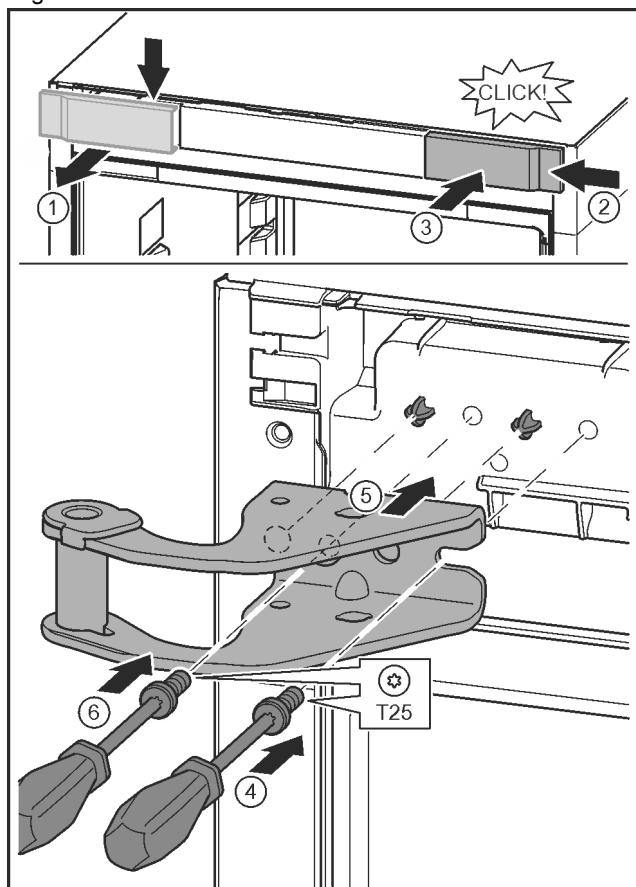

Fig. 15
- Abdeckung lösen und seitlich abnehmen. Fig. 15 (1)
- Abdeckung um 180° gedreht auf der anderen Seite von rechts einhängen. Fig. 15 (2)
- Abdeckung eirasten. Fig. 15 (3)
- Schraube mit Schraubendreher T25 ansetzen. Fig. 15 (4)
- Oberen Lagerbock ansetzen. Fig. 15 (5)
- Schraube festdrehen. Fig. 15 (4)
- Schraube mit Schraubendreher T25 einsetzen und festdrehen. Fig. 15 (6)